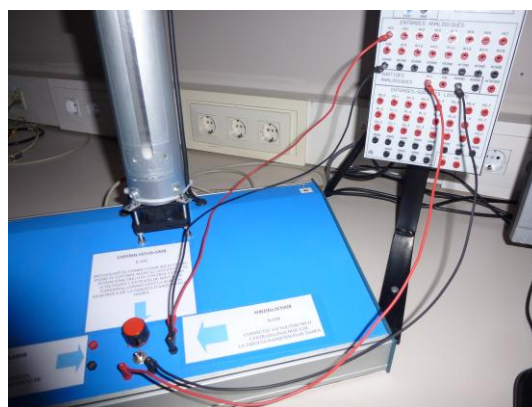

Fig. 4.1 Connexions maqueta i targeta d'adquisició de dades
- Connecteu la sortida **AO0** de la targeta d'adquisició de dades als borns de control del ventilador, i l'entrada **AI0** als borns de sortida sensor (fig. 4.1).